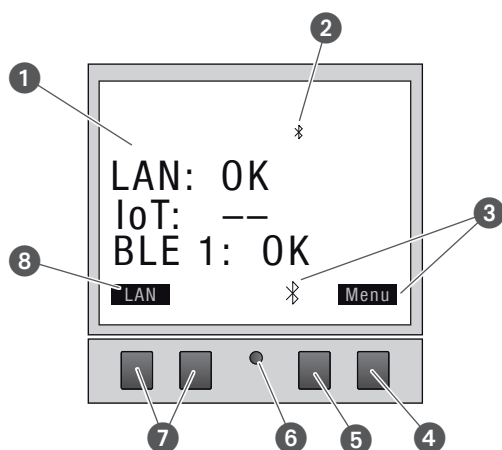

Fig. 2 : Structure de l'écran
- ① Type de connexion
- ② Bluetooth
- ③ Affichage des fonctions des touches droites
- ④ Touche Menu
- ⑤ Touche Bluetooth
- ⑥ Touche de réinitialisation
- ⑦ Touches gauches
- ⑧ Affichage des fonctions des touches gauches
Affichage des fonctions des deux touches droites (fig. 2/④ + ⑤)
Affichage des fonctions des deux touches gauches (fig. 2/⑦)
La structure des menus s'affiche à l'écran une fois la touche Menu actionnée (fig. 2/④).